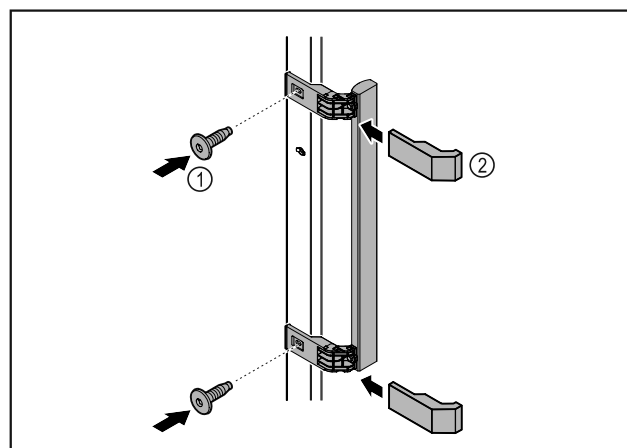

Fig. 3
- Colocar en la puerta el tirador del kit de accesorios con los tornillos incluidos Fig. 3 (1).
- Colocar las cubiertas Fig. 3 (2).